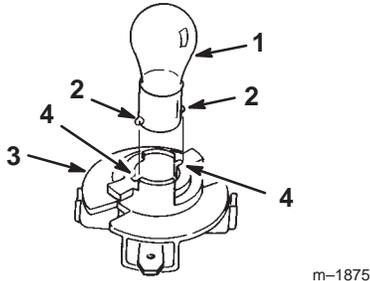

Bild 32
4. Drücken Sie die Birne hinein, drehen sie entgegen dem Uhrzeigersinn bis zum Anschlag (ca. 1/4 Umdrehung) und nehmen sie aus der Birnenfassung heraus (Bild 32).
1. Die Glühbirne hat Metallstifte an der Seite ihres Unterteils. Fluchten Sie die Stifte auf die Schlitzte in der Birnenfassung aus und setzen das Unterteil in die Fassung (Bild 32). Drücken Sie die Birne hinein und drehen sie im Uhrzeigersinn bis zum Anschlag.